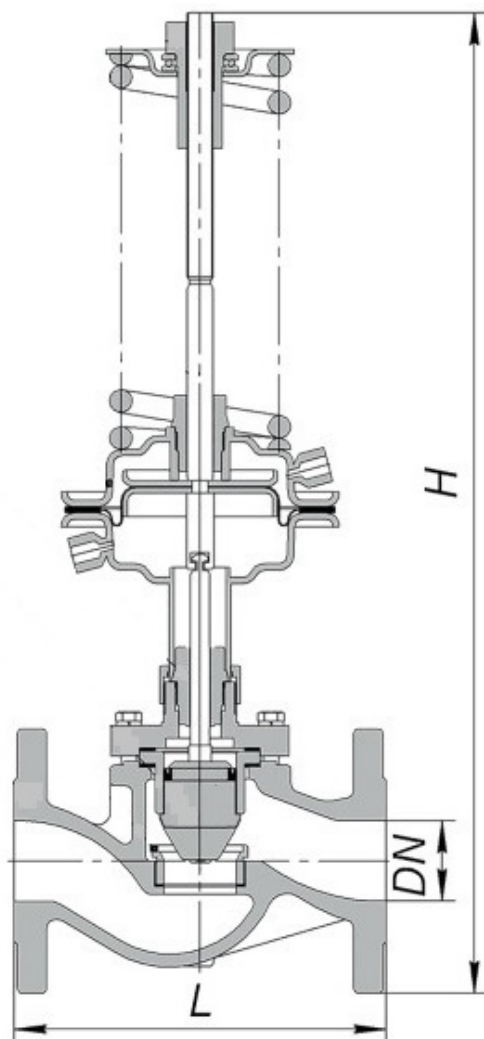
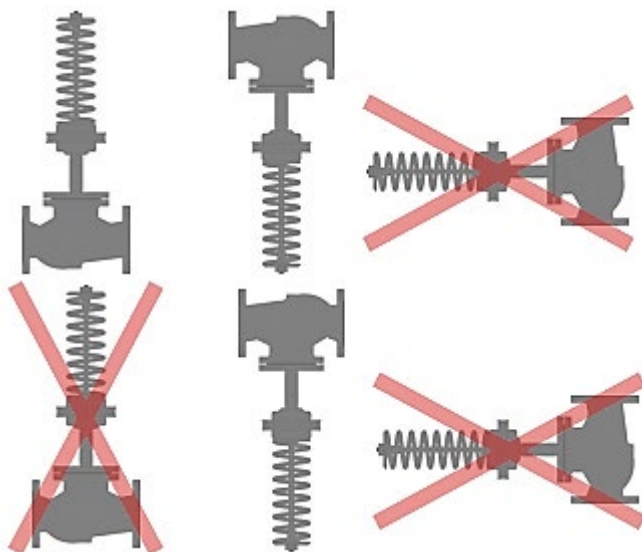

Рисунок 3 – Размеры
Рисунок 5 – Монтажные положения РД
8.1. Установка РД производится в соответствии с рекомендуемыми схемами подключения РД (рис.3). Подключение мембранного привода к трубопроводу производится при помощи соединительных (импульсных) линий (медные трубки и проходники – таблица 2) в соответствии с рис.5.
8.3. Перед РД установить сетчатый фильтр. В местах отбора импульсов необходимо предусмотреть запорные краны, позволяющие отключать давление от импульсных линий (рис.5).